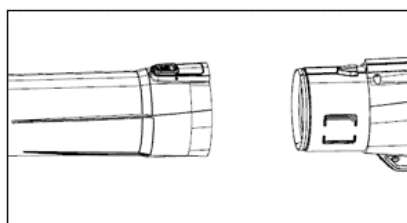

Fig 2
2. Alinee el tubo con el enganche de la carcasa del soplador (Fig. 2).